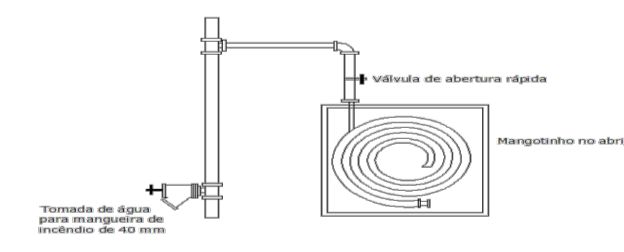

Figura 4 - Sistema de mangotinho com válvula globo angular na prumada
**5.8.4** A prumada do sistema de mangotinho deve ser dotada de ponto de tomada de água de engate rápido para mangueira de incêndio de diâmetro de 38 mm (1½"), conforme Figura 4.